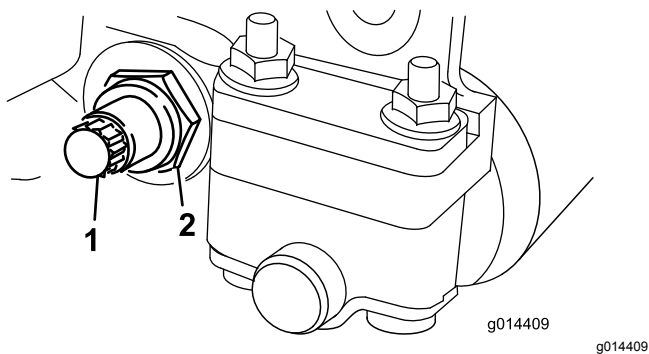

Figure 22
3. De chaque côté de la machine, desserrez le contre-écrou de fixation du boulon de la barre d'appui (Figure 22).
4. Retirez les boulons de la barre d'appui afin de pouvoir abaisser la barre et la déposer du boulon du plateau de coupe (Figure 22).